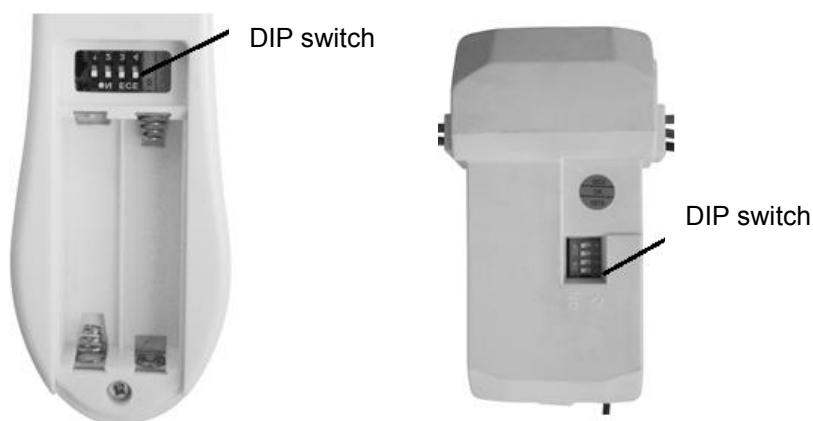

Fig. 11 Vano batterie del telecomando
- Il telecomando è alimentato da 2 batterie AAA da 1,5 V. Rimuovere il coperchio del vano batterie sul retro del telecomando e inserire 2 batterie AAA. Assicurarsi di rispettare la polarità indicata all'interno del vano batterie (Fig.11) (batterie non incluse).